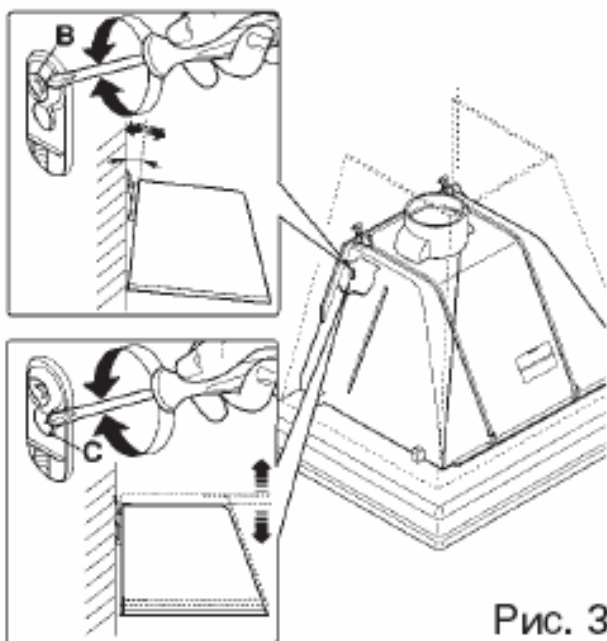

Рис. 3
- Скорректируйте расположение вытяжки с помощью болтов деталей крепления (рис. 3). Верхний болт (В) регулирует расстояние от стены, а нижний (С) – выравнивание по вертикали.